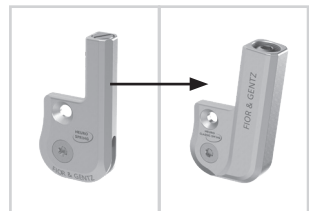

Abb. 24
- 3 Montieren Sie die Funktionseinheit des **NEURO CLASSIC-SWING** Systemgelenkes in der passenden Systembreite (Abb. 24).